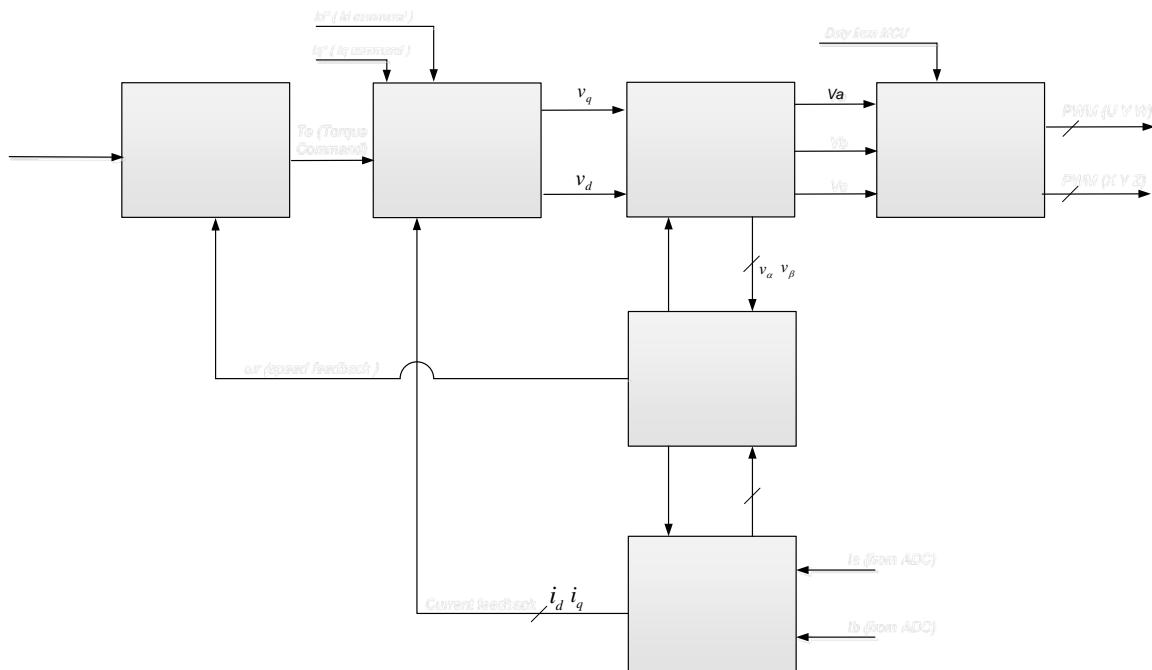

图 19.9 MDE 架构
**CGF0X2AXX** 支持 PMSM 磁场定向控制和 FOC 控制，架构描述如图 19.9 所示，其中包含 6 个控制块，包括速度控制环、电流控制环、SMO 转子位置估算、SVPWM 引擎、坐标变换和逆坐标变换。